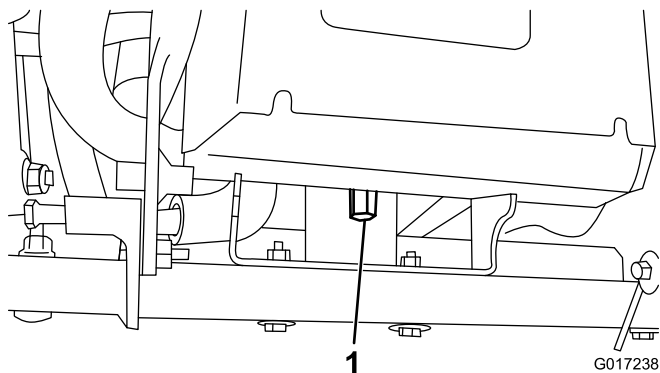

Figura 8
4. Retire la tuerca alta que sujeta la parte trasera de la base de la batería al bastidor de la máquina (Figura 8).